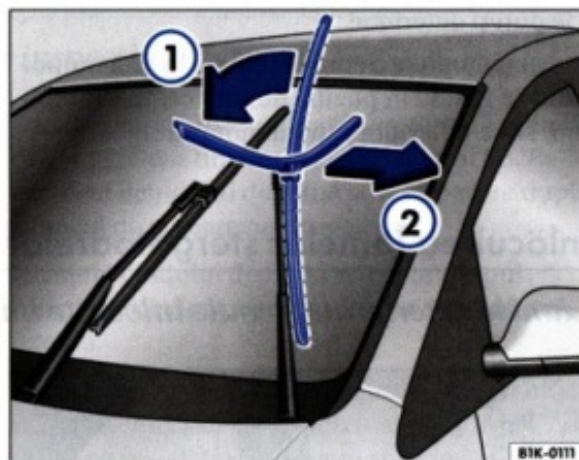

Fig. 13 Înlocuirea lamelor ștergătoarelor de parbriz
- Rotiți lama ștergătorului în direcția indicată de săgeată ⇒ fig. 13 ①, până la limită și trageți-o în sensul indicat de săgeata ②.
- Introduceți o nouă lama cu **aceeași lungime și structură** și rotiți brațul contrar sensului indicat de săgeata ①, până la limită.